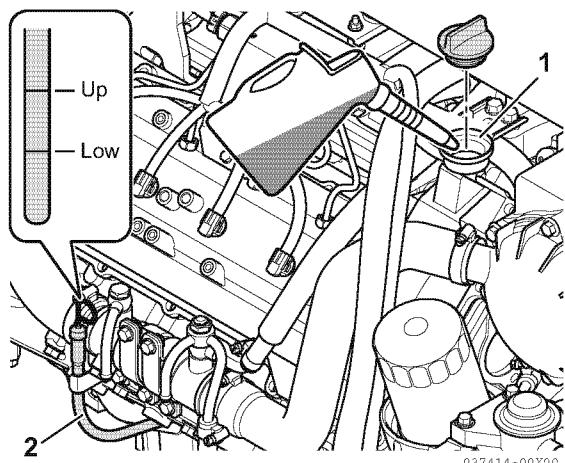

Figure 5
2. Rimuovere l'astina (**Figure 5, (2)**) e pulirla con un panno pulito.
2. Riempire di olio fino al limite superiore (**Figure 5, (2)**) dell'astina.